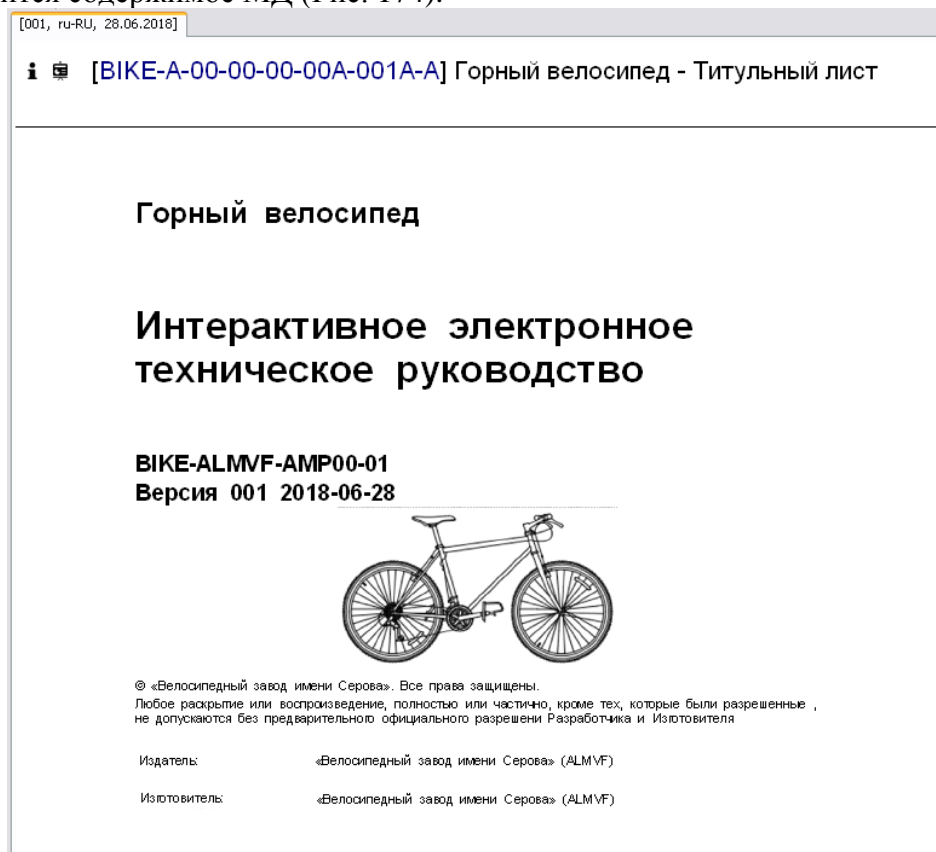

Рис. 174
2. На вкладке **Структура** выберите МД типа «Титульный лист». В окне просмотра появится содержимое МД (Рис. 174).